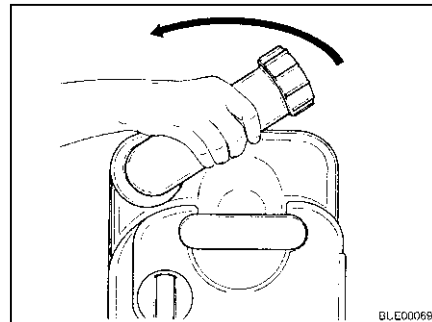

Bild 254 Vrid tömningsröret
- Vrid tömningsröret uppåt (Bild 254).